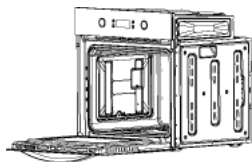

图 3
- 2) 拉住滑条的两侧，将烤架安装到滑条中，如图 3 和 4 所示。